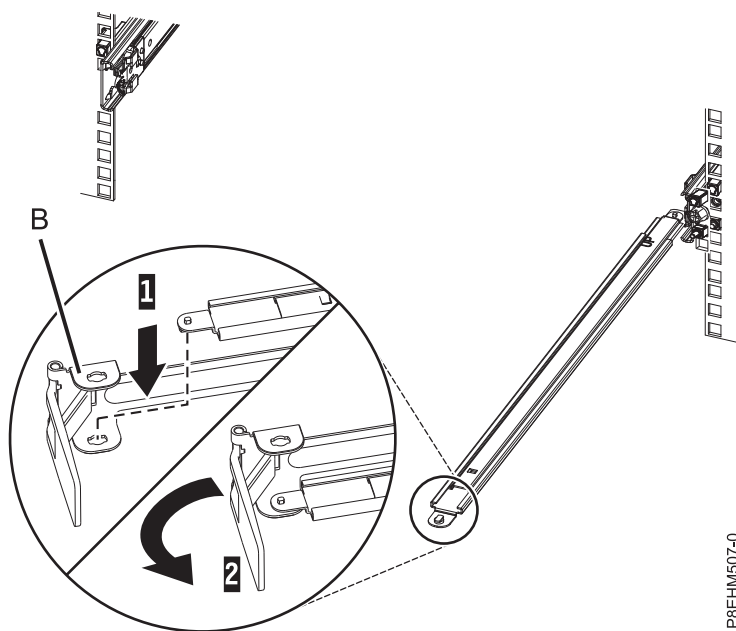

図 11. サポート・アームへのケーブル・マネジメント停止ブラケットの固定
3. L 字型のケーブル・マネジメント停止ブラケット (B) の下部内側の隅にある穴を見つけます。サポート・アーム先端の下面にあるロック用タブがブラケットの穴の位置に合うように、サポート・アームの接続されていない端の位置を合わせます。タブを穴 **(1)** に挿し込み、ブラケット **(2)** を回して、サポート・アームに固定します。詳しくは、図 11 を参照してください。